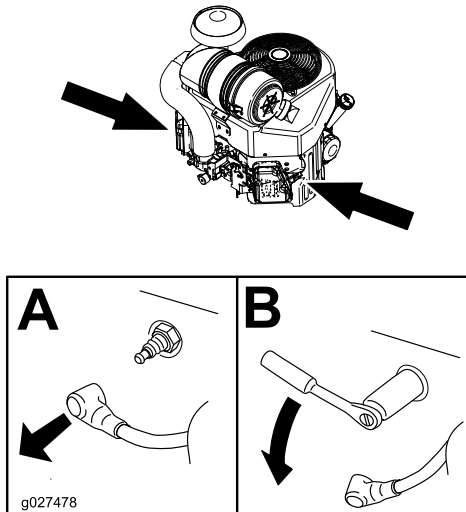

Figure 33
3. Localisez et déposez les bougies, comme montré à la Figure 33.